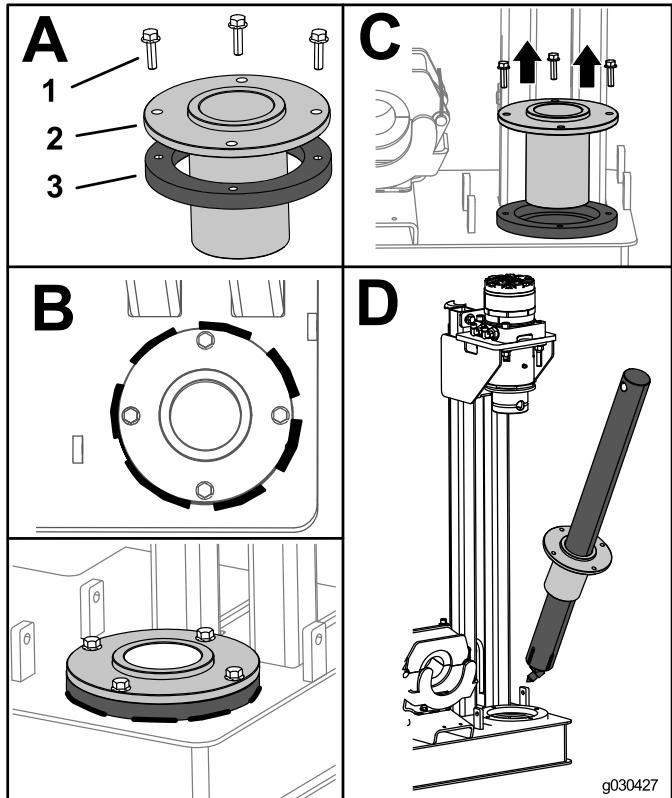

Figura 4
1. Instale la guía de la estaca en el anillo de guía con los pernos (M8) (Figura 4, A).
4. Suelde el anillo de guía en la máquina con 7 soldaduras equidistantes de 5 cm x 0.64 cm (2" x 0.25"), como se muestra en la Figura 4, B.
5. Retire los pernos y la guía de la estaca (Figura 4, C).
7. Coloque la guía de la estaca en la estaca, y la estaca en el anillo de guía de la máquina (Cuadro D de Figura 4).
9. Fije el anillo de la guía de la estaca en el anillo de guía soldado con los 8 pernos (M8-1 1/4 x 20 mm) (Figura 4).